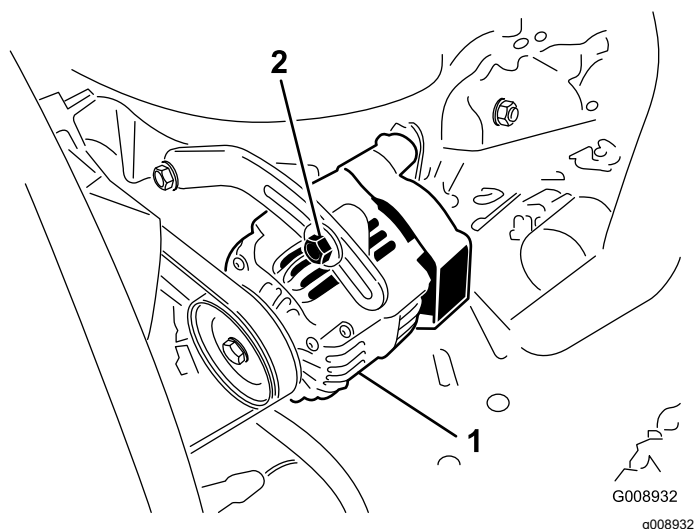

図 102
オアウターネータのベルト 図 102 は100運転時間ごとに点検します。
3. たわみが10 mmでない場合には、オルタネータ取り付けボルトをゆるめる 図 102。